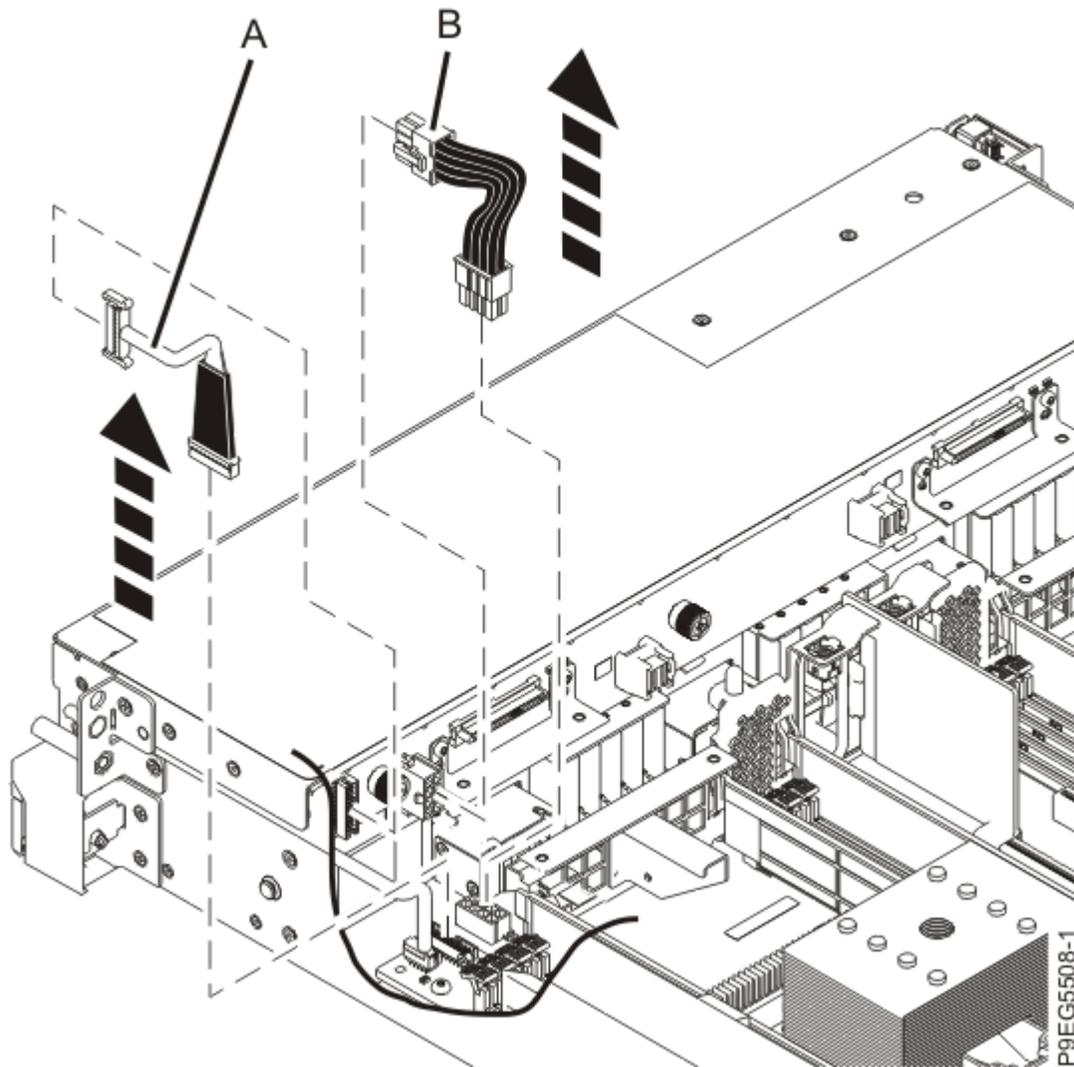

Figure 32. Déconnexion du cordon d'interface et du câble d'alimentation
3. Etiquetez et déconnectez le câble d'alimentation **(B)** du fond de panier d'une unité de disque, comme illustré dans la Figure 32, à la page 36.